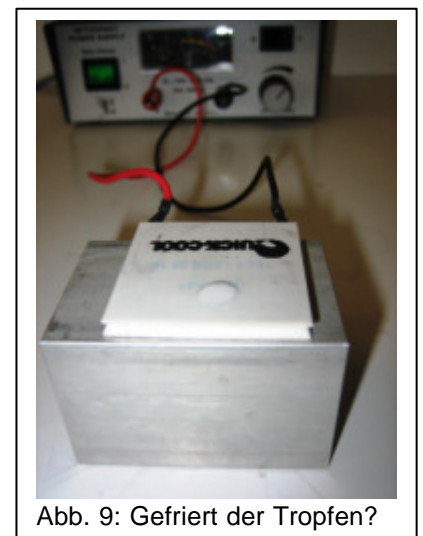

Abb. 9: Gefriert der Tropfen?
**Versuchsaufbau:** Abbildung 9 mit massivem Aluklotz und kleinem Wassertropfen auf der Oberseite des Peltierelements.